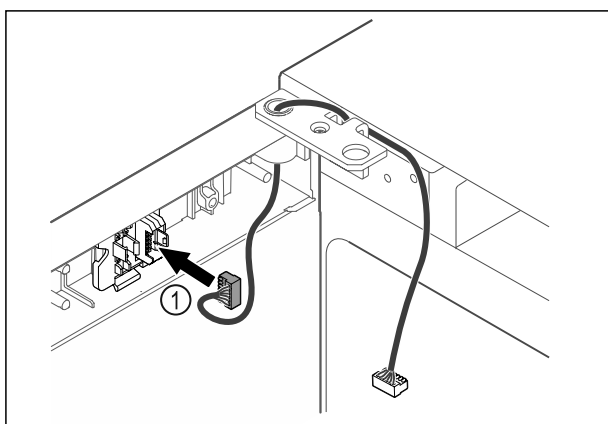

Fig. 64
- Sätt i kontakten Fig. 64 (1) i kontakthållaren.